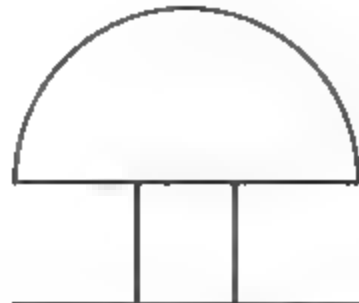

图3-68 绘制圆弧
**02** 调用A【圆弧】命令，选择【起点、圆心、端点】的绘制方式，以上部第一条水平直线的中点为圆心，以水平直线右端点为起点，水平直线的左端点为终点，绘制圆弧，结果如图3-68所示。